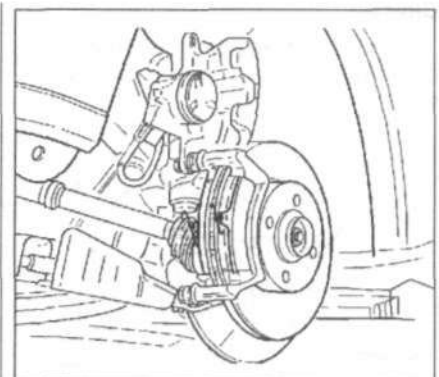

Рис. 11.18. Переместите тормозной суппорт вверх и извлеките тормозные колодки.
2. Переместите тормозной суппорт вверх и извлеките тормозные колодки (рис. 11.18).